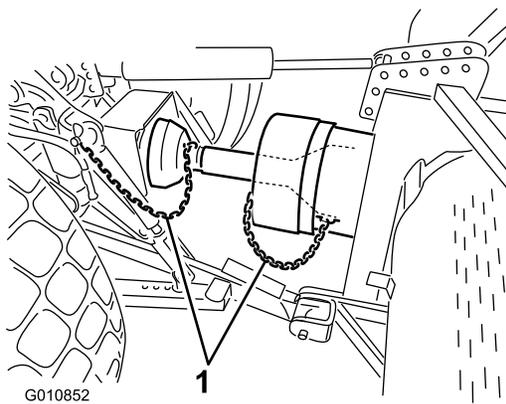

図 22
- PTO シールドとトラクタのブラケットに、シールド安全チェーンを取り付ける (図 22)。エアレータを上昇・降下させてもチェーンに余裕があることを確認する。